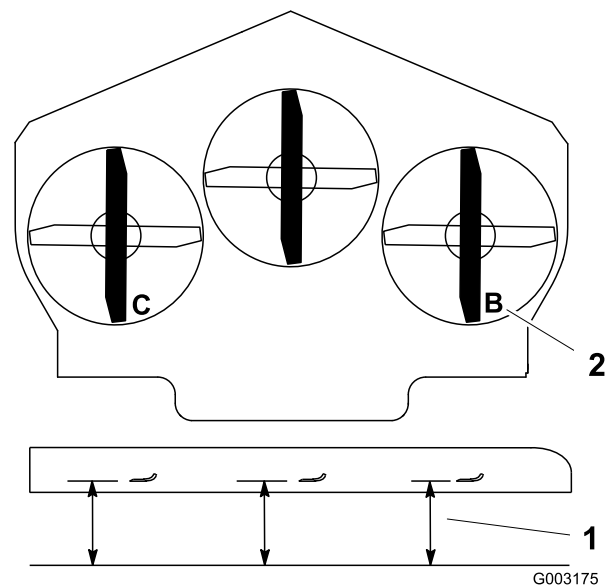

Bild 67
1. Stellen Sie das rechte Schnittmesser in Längsrichtung (Bild 67).
2. Messen Sie das rechte Messer an der Stelle **B** von einer ebenen Oberfläche bis zur Schnittkante der Messer (Bild 67).
4. Stellen Sie das linke Schnittmesser in Längsrichtung (Bild 67).
5. Messen Sie das linke Messer an der Stelle **C** (Bild 67) von einer ebenen Oberfläche bis zur Schnittkante der Messer.